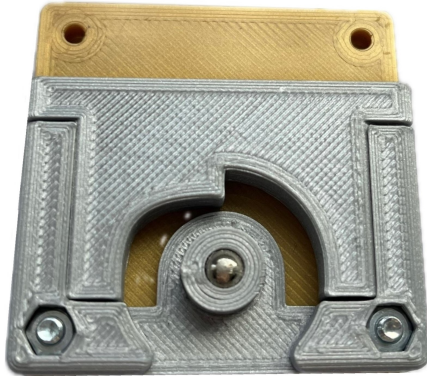

Abb. 7: Schlitten auf dem Würfelboden
- (4) Legen Sie den 05A_Si_V*_GRID_HOLDER_SLEDGE mit der geraden Seite nach oben auf den Würfelboden (Abbildung 7).